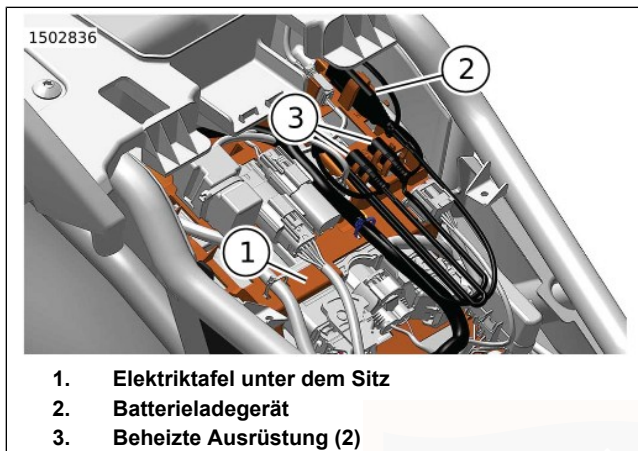

Abbildung 44. Unter dem Sitz
Abbildung 44 Die Steckverbinder für beheizte Ausrüstung (3) befinden sich in der Elektrizitätstafel unter dem Sitz (1). Um Schäden während des Betriebs zu vermeiden, müssen die Steckverbinder für beheizte Ausrüstung ordnungsgemäß verlegt werden.
2. Abbildung 44 Die unter dem Sitz versteuten Steckverbinder für beheizte Ausrüstung (3) aus der Elektrizitätstafel (1) entfernen.